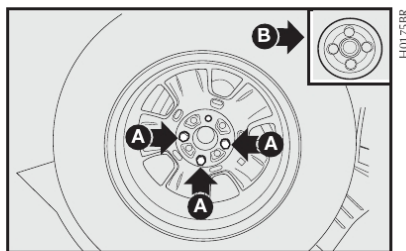

fig. 9
- Desparafusar, com a chave de rodas, os três parafusos **A-fig. 9**.